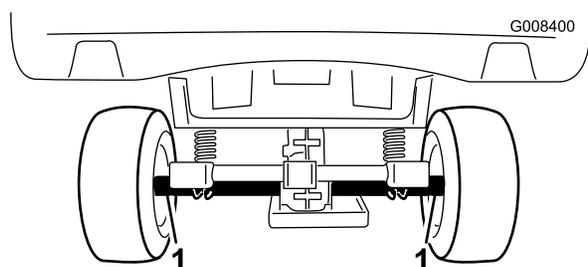
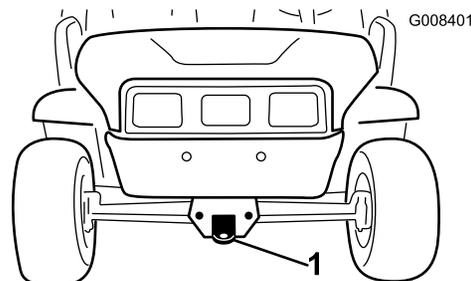

図 15
図 16
長距離を運ぶ場合にはトレーラを使用してください。必ず確実に固定して輸送してください。ロープ掛けのポイントについては図 15 と 図 16 を参照してください。
2. 前フレームのトングにロープなどの牽引索を取り付ける（図 16）。